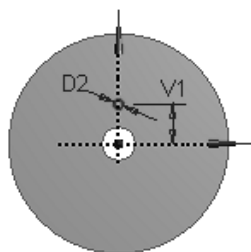

图 3.11.6 草图 2
(1) 绘制图 3.11.6 所示的草图 2。选取 XY Plane，单击“New Sketch”按钮 ，绘制图 3.11.6 所示的截面草图（圆环），其中 $V1=108$ ， $D2=27$ 。